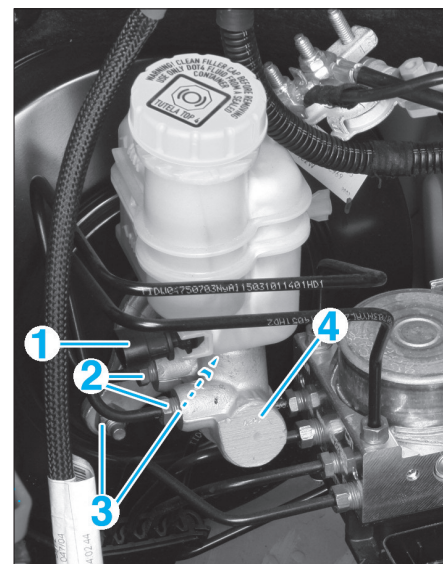

FIG. 12
- Débrancher le connecteur du contacteur de niveau de liquide de frein (1) (Fig.12).
- Déposer les canalisations (2) menant à la centrale ABS.
- Déposer les écrous de fixation (3) fixant le maître-cylindre (4) au servofrein.